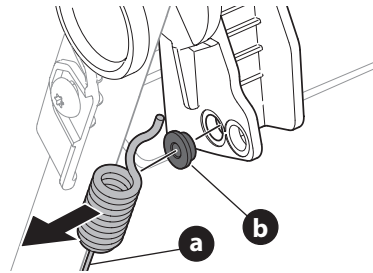

Figure 40
3. Décrochez le câble (a) et retirez le coussinet en métal (b) de la commande d'entraînement en plastique. Voir Figure 40.